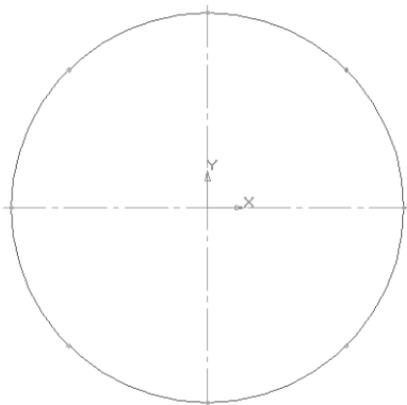

Рис. 72
- разделить окружность на 8 равных частей (начало деления – верхняя точка пересечения окружности и вертикальной оси симметрии) – рис. 72;